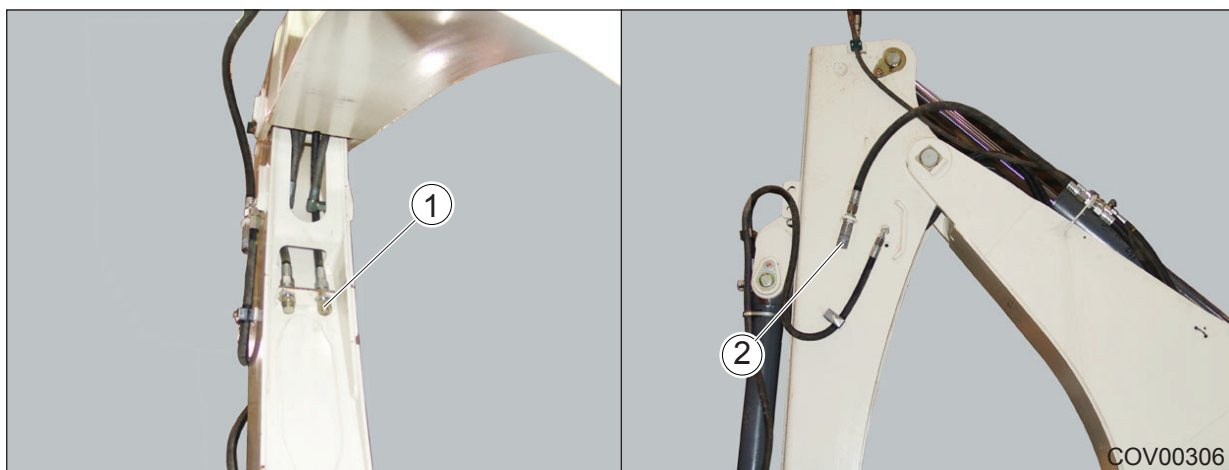

Рис. 7.15 - Подсоединение дополнительных гидравлических устройств.
Гидравлика одинарного действия — гидравлические молоты и т. д. Подача масла на дополнительное оборудование должна осуществляться через охватываемую муфту. См. Рисунок 7.15.
4. Подсоедините шланги инструментов к муфтам (см. рис. 7.15 и 7.16).